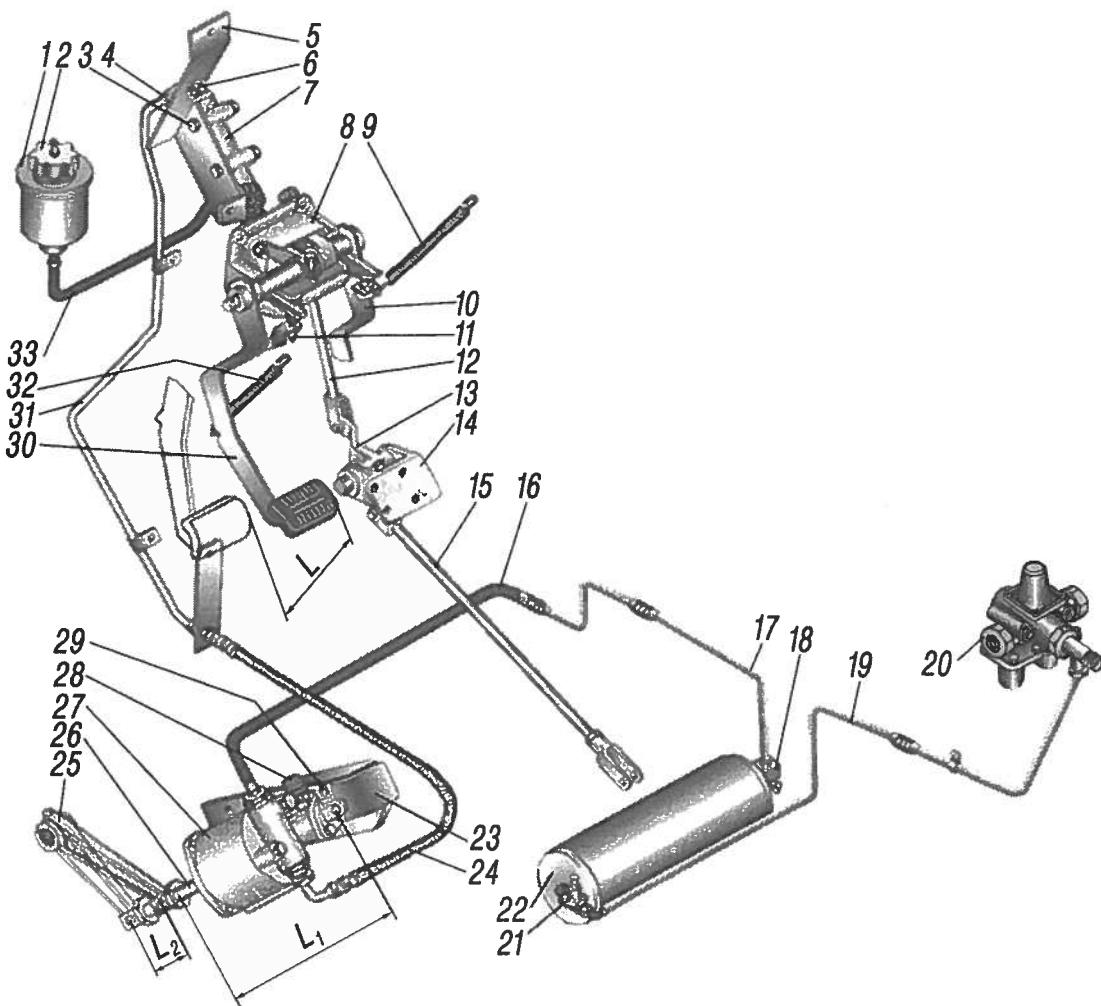
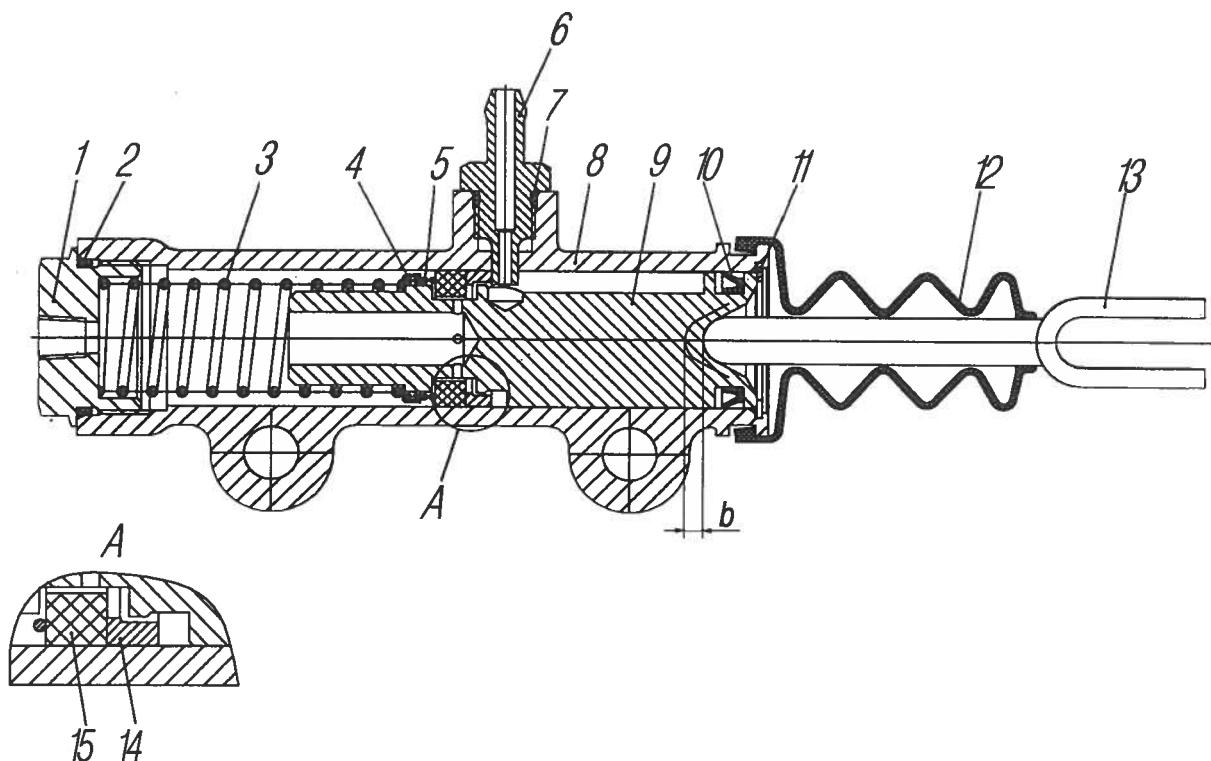

Рис. 27. Привод управления сцеплением:
Рис. 28. Цилиндр главный:
Главный цилиндр 7 (рис. 27) установлен в мотоотсеке и крепится на кронштейне к передней панели кабины. На поршень воздействует толкатель 13 (рис. 28), который через рычаг соединен с педальным механизмом 8 (см.рис. 27).
**Главный цилиндр сцепления.** Конструкция главного цилиндра показана на рис. 28. При необходимости ремонта при сборке кольцо 14 установить как показано на рис. 28.
- ослабить контргайку упора 11 (см.рис. 27) и завернуть его до упора в педаль;
- упором 11 отрегулировать свободный ход педали, зазор между толкателем 13 (см. рис. 28) и поршнем 9 должен быть  $b = 0,2\text{--}0,6$  мм, что соответствует ходу педали 1–3 мм;
- с износом фрикционных накладок ведомого диска сцепления рычаг 25 (см. рис. 27) поворачивается против часовой стрелки, минимально допустимый размер  $L_1 = 254$  мм. При достижении минимального размера  $L_1$  проверить состояние накладок, если оно удовлетворительно, переставить рычаг 25 на один шлиц по часовой стрелке;